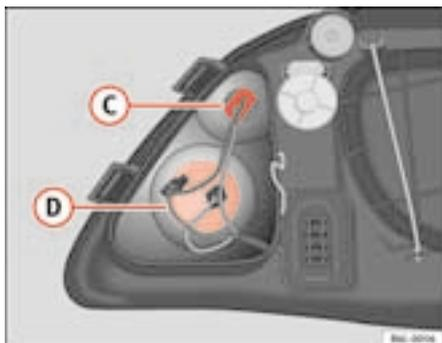

Fig. 150 Luz de presença
- Puxe pelos cabos para libertar o porta-lâmpadas do seu alojamento C ⇒ fig. 150.